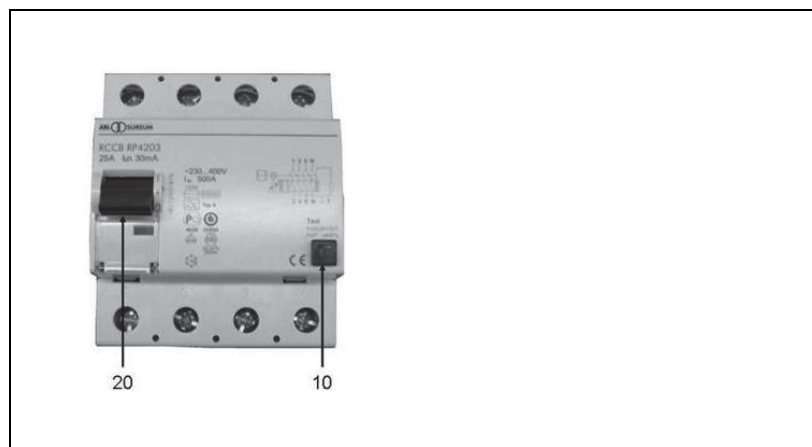

Fig.4.8: Disyuntor FI
2. Sitúe el interruptor de protección (véase la fig. 4.8) en la posición 1.
3. Accione el interruptor de comprobación (véase la fig. 4.8-(10)).
- ✓ La posición del interruptor (véase la fig. 4.8-(20)) indica el resultado: